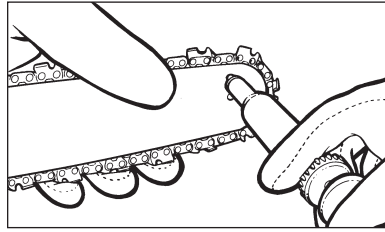

Рис. 20
- Используя шприц-масленку, вставьте нос иглы в отверстие для смазки и введите смазку, пока она не появится в наружном ребре конька наконечника цепного колеса (рис. 20).